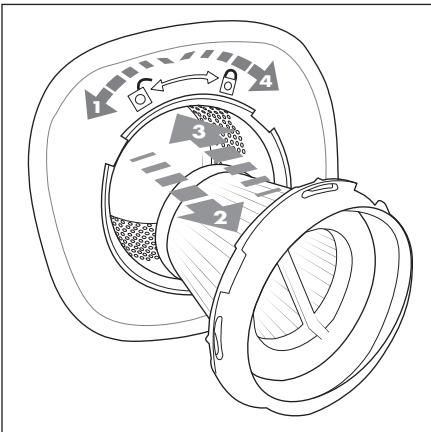

Abb. 5
- Um einen ordnungsgemäßen Betrieb des Gerätes zu gewährleisten, leeren Sie den Schmutzbehälter ⑧ und reinigen Sie den Grobfilter ⑦ und den EPA-Filter ⑥ regelmäßig.
- Falls Sie einen neuen EPA-Filter ⑥ benötigen, wenden Sie sich an unseren Service (siehe Kapitel **Ersatzteile bestellen**).
- 1) Um den Schmutzbehälter ⑧ zu öffnen, nehmen Sie das Handteil ② aus der Handteilmulde ⑭.
- 2) Drücken Sie die Entriegelungstaste ▲ ⑤ und ziehen Sie gleichzeitig den Schmutzbehälter ⑧ nach vorne ab.
- 3) Drehen Sie den EPA-Filter ⑥ nach links in Richtung ⌂-Symbol (offen), bis er sich mit einem Klickgeräusch löst und ziehen Sie ihn aus dem Grobfilter ⑦ (Abb. 5).
- 5) Entleeren Sie den Schmutzbehälter (8) in einen Mülleimer.
- 6) Setzen Sie zuerst den Grobfilter (7) und dann den EPA-Filter (6) wieder ein. Achten Sie beim Einsetzen des EPA-Filters (6) darauf, dass die drei Aussparungen des EPA-Filters (6) mit den drei Haltenasen des Grobfilters (7) übereinstimmen. Drehen Sie den EPA-Filter (6) nach rechts in Richtung ☐-Symbol (geschlossen), bis er mit einem Klickgeräusch einrastet (Abb. 5).
- 7) Setzen Sie den Schmutzbehälter (8) wieder auf das Handteil (2), indem Sie die untere Arretierung am Handteil (2) zuerst in die Aussparung am Schmutzbehälter (8) schieben. Schieben Sie dann den oberen Teil des Schmutzbehälters (8) auf das Handteil (2), bis der Schmutzbehälter (8) einrastet und fest sitzt.